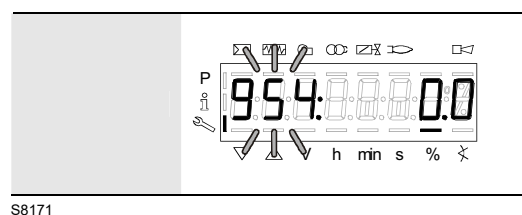

Fig. 45
7.2.5 Misurazione del segnale fiamma (Fig. 45)